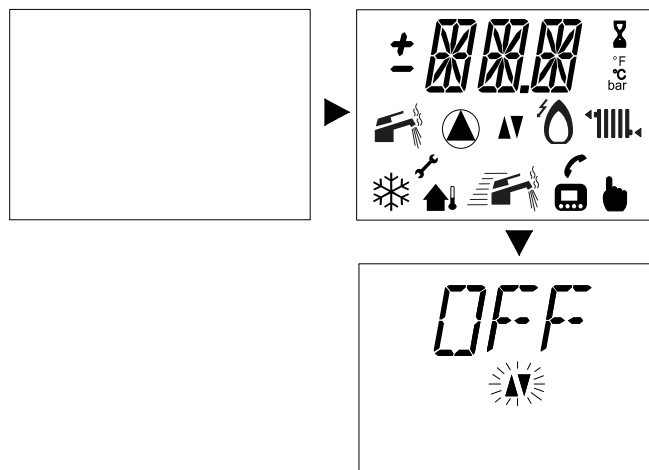

Fig. 2.2
- Alimentate elettricamente la caldaia azionando l'interruttore bipolare previsto nella installazione. Il display LCD visualizza la sequenza di Fig. 2.2.